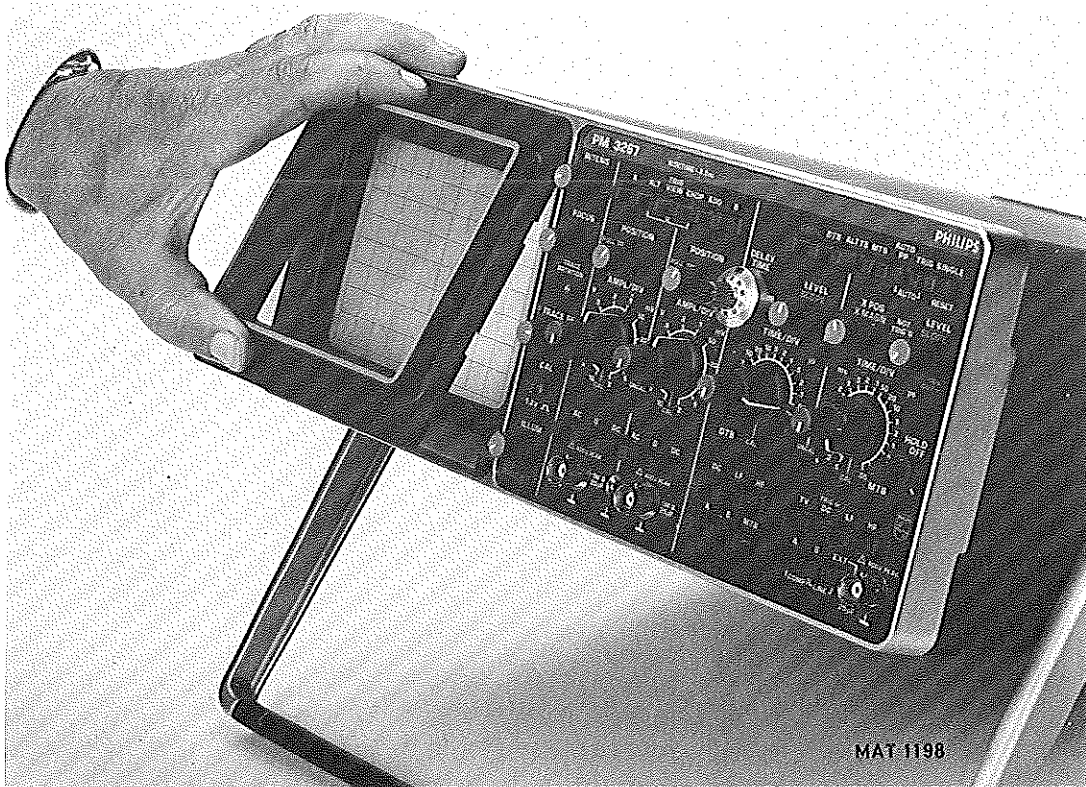

Fig. 5.1. Dépose de la visière et de plaque de contraste
- Saisir le cadre biseauté par ses angles inférieurs et le dégager avec précautions du panneau avant (Fig. 5.1.).